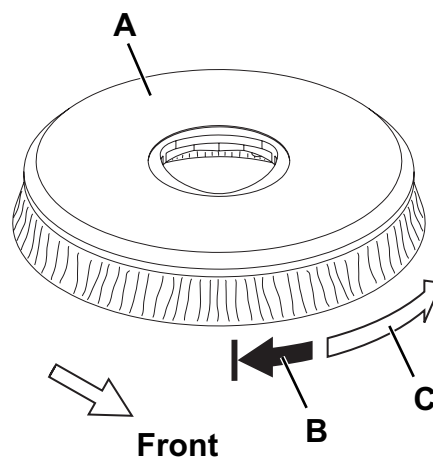

Abbildung 7
- Bei gehobenem Kopf (13) die Bürste/Padhalter (A, Abb. 7) mit den Händen zunächst im Gegensinn zur Rotation drehen (B), dann in Rotationsrichtung (C) und aushaken.